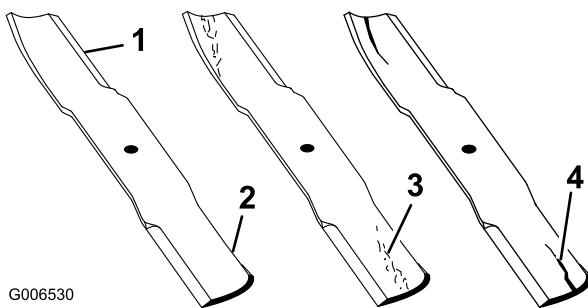

図 100
2. ブレードの切っ先を注意深く観察する特に、図 100に示す直線部と曲線部が交わる部分をよく観察する。
**注** この、直線部と曲線部の交差域は、砂などによる磨耗が進みやすい部分なので、機械を使用する前によく点検することが必要である。磨耗が進んでいる場合にはブレードを交換する図 100を参照。